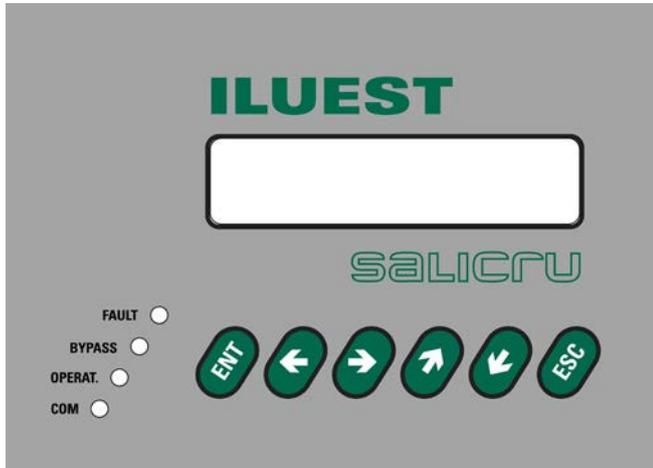

Fig. 24. Panneau de contrôle avec écran LCD.
(12) Panneau de contrôle avec écran LCD (voir figure 24).
Indications optiques à led (voir figure 24).
Dans la figure 24 on peut voir la disposition des indicateurs optiques à led inclus dans les panneau de contrôle avec écran LCD, et qu'ils allumés lorsque la fonction est activée.